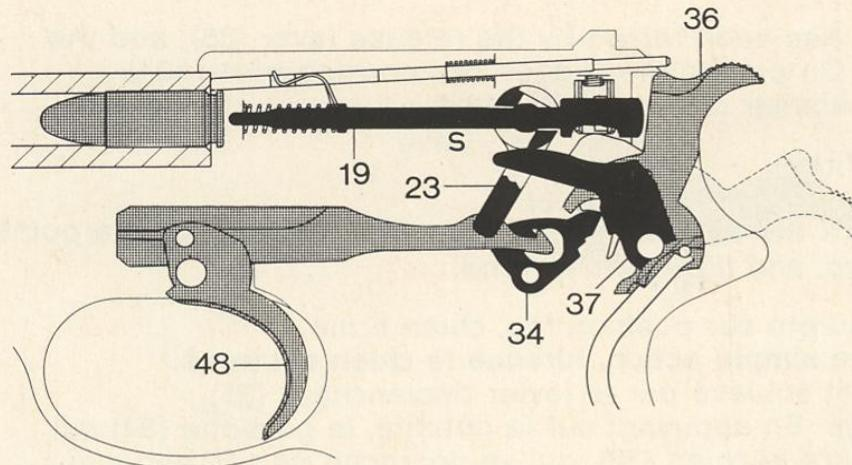

Abb.22
- Fig. 22 Pistolet chargé, sûreté mise.